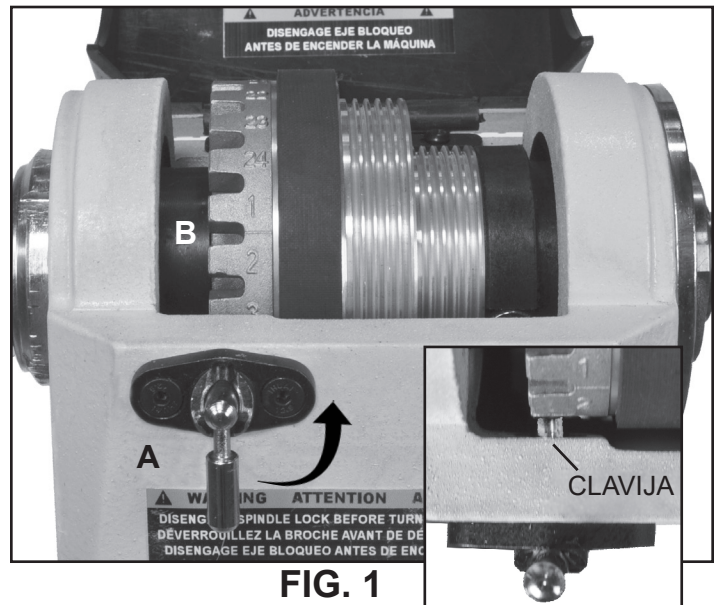

FIG. 1
**1. BLOQUEO DEL HUSILLO DEL CABEZAL MÓVIL** El Conjunto de clavija índice activada por resorte (#39B, FIG. 1, A) se usa para ubicar el husillo para realizar trabajo de patrones espaciados precisos en proyectos como estriado recto, ranurado, taladrado, tallado de detalles, patrones de quema de madera y diseños de trazado. Consulte la página 15 para más información sobre indexado.
**2. ORIFICIOS DE INDEXADO DEL CABEZAL FIJO:** (FIG. 1, B) La Patea de husillo más grande (#24B) tiene 24 "orificios" de posición ubicados alrededor de su lado izquierdo. Cada orificio índice está separado 15° y marcado para referencia alrededor del perímetro de la patea. Inserte la Clavija de indexado (A) en uno de estos orificios y el husillo quedará bloqueado de manera que pueda realizar el trabajo en la pieza de trabajo. Consulte la página 15 para obtener información adicional.